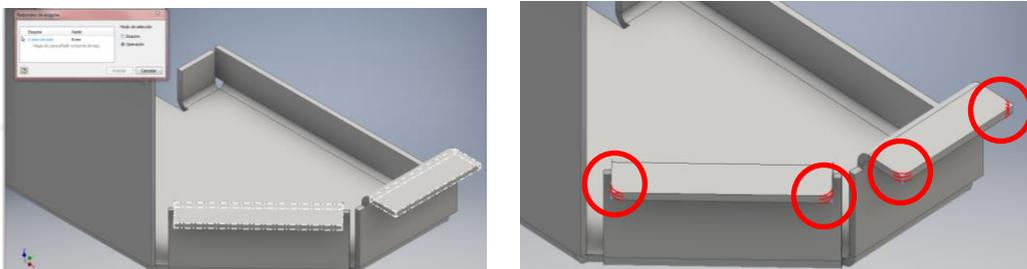
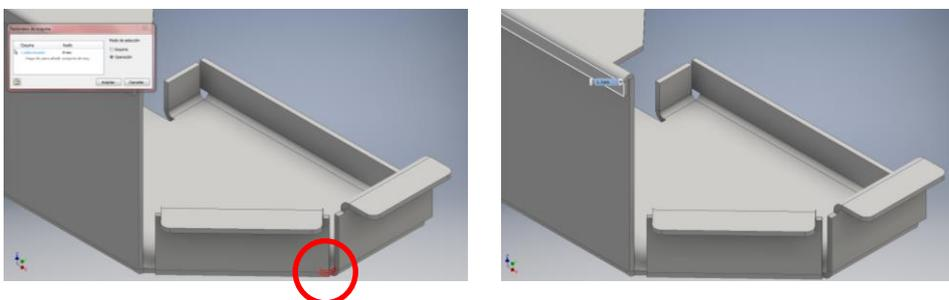

Ilustración 140. Ejemplo configuración operación. Redondeo de esquinas I. Modificar.
Ilustración 141. Ejemplo configuración operación. Redondeo de esquinas II. Modificar.
- Operación, configuración que selecciona de forma automática todas las esquinas presentes en una operación realizada anteriormente (*Ilustración 140*), excepto aquellas procedentes de intersecciones entre la operación y otras caras de chapa (*Ilustración 141*).